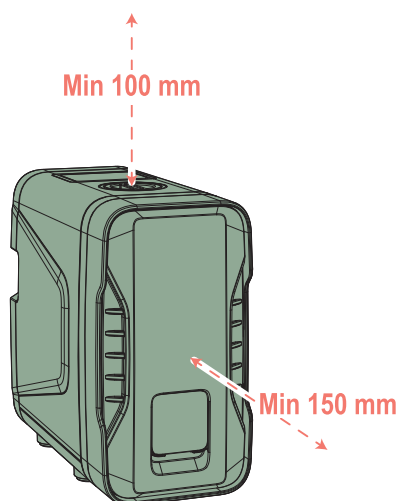

Fig. 9 Espacios libres mínimos obligatorios
- una distancia libre de al menos 10 cm por encima de la bomba para facilitar, si es necesaria, la extracción de la válvula antirretorno en caso de limpieza (véase la Fig. 9).
- una distancia libre de al menos 15 cm por la parte frontal para facilitar, si es necesario, el acceso al eje del motor (véase la Fig. 9).